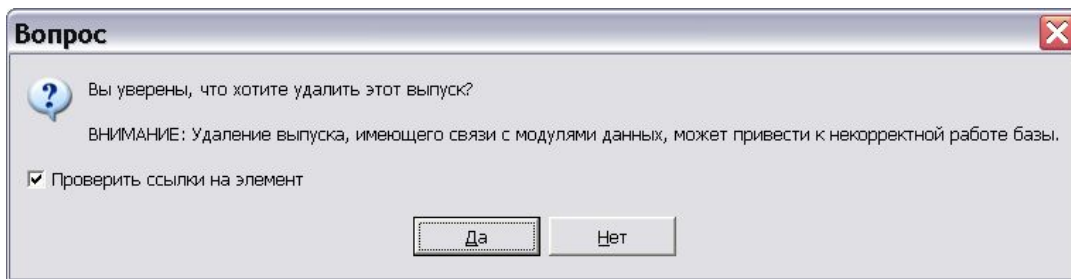

Рис. 11.15
2. Нажмите на кнопку  на панели инструментов или в контекстном меню выберите команду **Удалить** (DEL). После этого появится вопрос системы (Рис. 11.15).
Будьте внимательны: нажатие на кнопку **Да** при неустановленном флаге **Проверить ссылки на элемент** (Рис. 11.15) может привести к удалению выпуска, связанного с версией МД, и, как следствие, к некорректной работе базы данных.